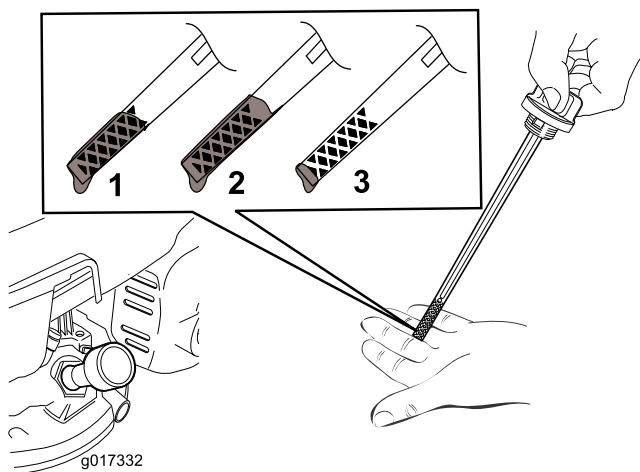

Figura 7
2. Retire la varilla (Figura 7).
Nota: Llene el cárter con aceite hasta que la varilla indique que el nivel del aceite del motor es correcto, según se muestra en **Figura 7**. Si usted llena demasiado el motor, vacíe el exceso de aceite según se indica en **Cómo cambiar el aceite del motor** (página 17).